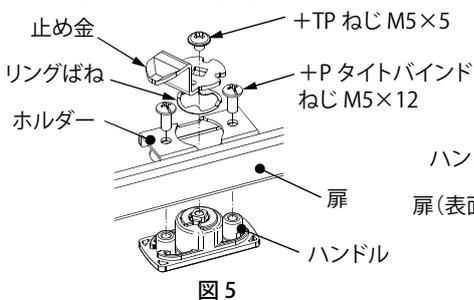

図 5
1. リングばねはハンドルと止め金との間にに入れてください。(図 5)